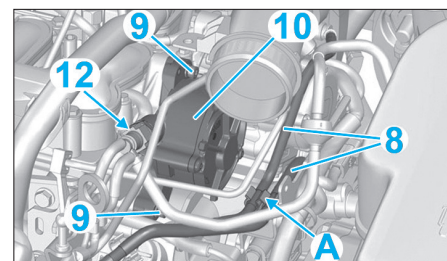

Fig. 51
- l'écrou (2),
- la patte (3),
- la vis (4),
- les vis (5),
- le collier (6),
- le conduit (7).
- Dégrafer les canalisations de carburant (8) en (A) (Fig.51).
- Désaccoupler le raccord (12).
- les vis (9),
- la pompe à vide (10).